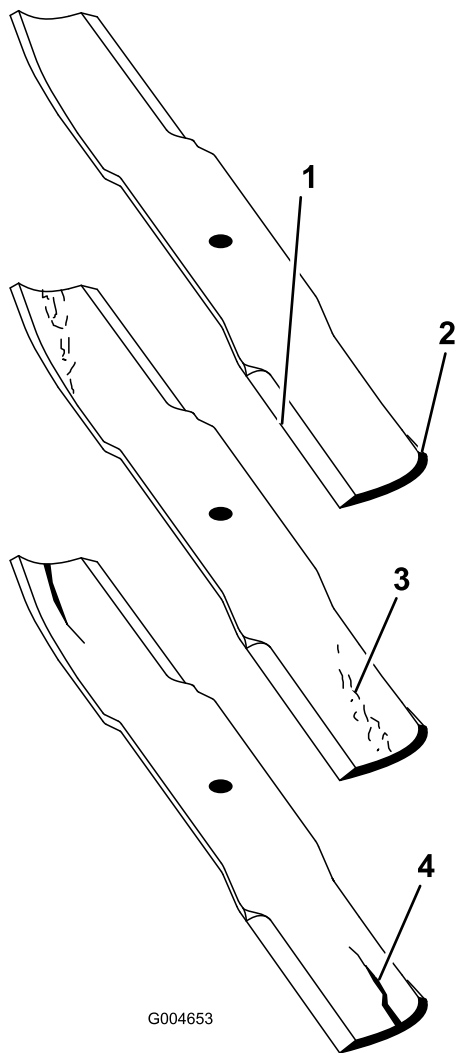

Figure 84
2. Examinez attentivement les tranchants de la lame, particulièrement au point de rencontre des parties plane et relevée (Figure 84). Le sable et les matières
abrasives peuvent éroder le métal à cet endroit, c'est pourquoi il est important de contrôler l'état de la lame avant d'utiliser la tondeuse. Remplacez la lame si elle vous semble usée (Figure 84).